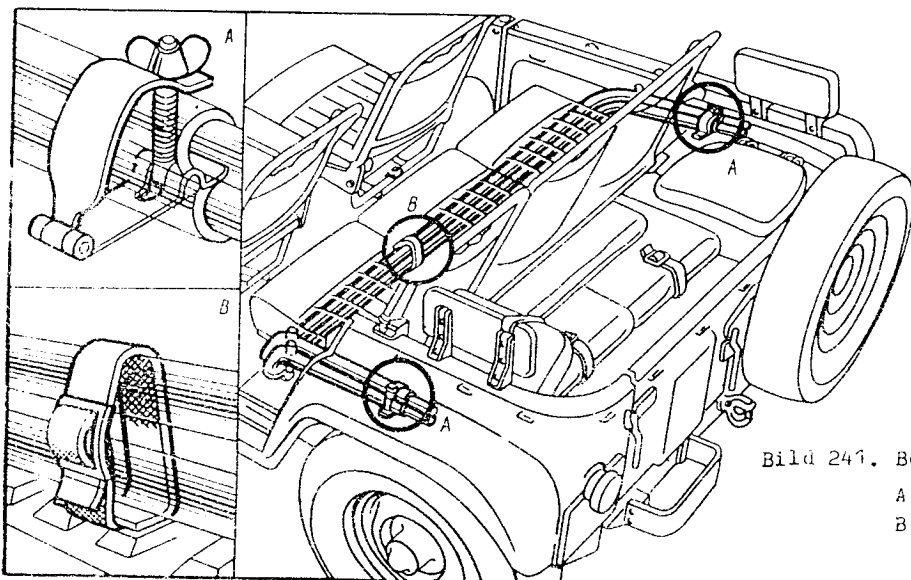

Bild 241. Befestigung der Verdeckbügel am Aufbau:
3. Verdeckbügel im Aufbau an den Hinterradgehäusen und am Kraftwagenbogen gemäß Bild 241 befestigen.